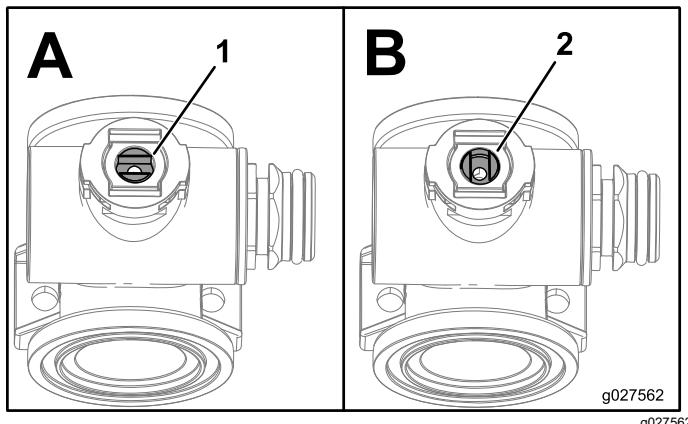

Figura 128
1. Ponga el válvula en la posición de cerrado (Figura 128, B).
3. Gire el válvula hasta que la bola esté en la posición de abierto (Figura 128 A).
7. Gire el conjunto del válvula a la posición de cerrado (Figura 128 B).